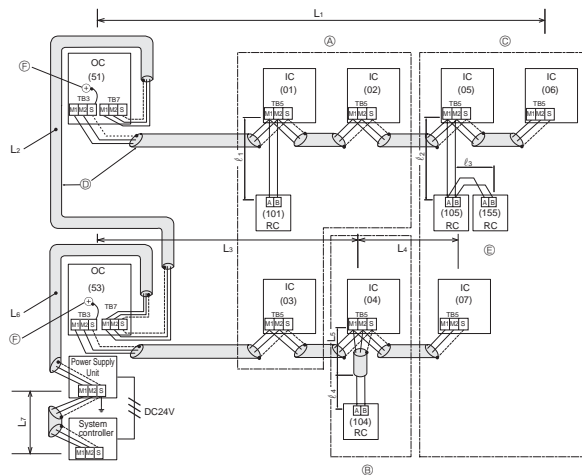

Fig. 6-2
- Controlador remoto M-NET (Fig. 6-2)